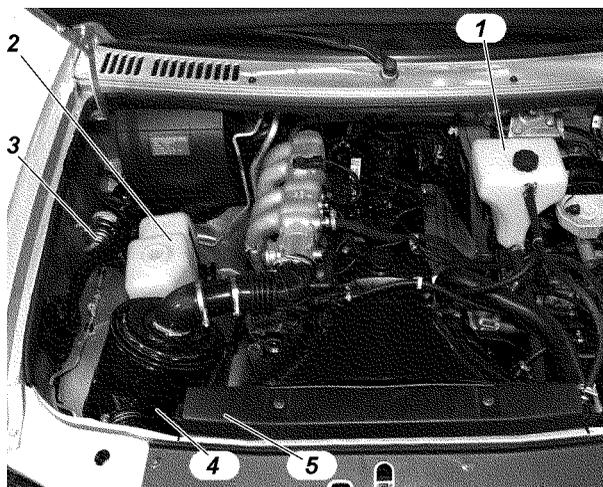

Рис. 3.28. Подкапотное пространство (фрагмент):
**Бачок смывателя 2** (рис. 3.28) заполняйте чистой водой (летом) или специальной незамерзающей жидкостью (зимой).